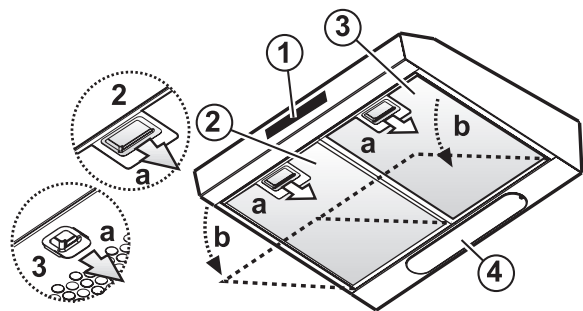

Fig. 1
2. Åbn udsugningsristen eller fjern det selvsiddende fedtfiltre (afhængigt af model). **Fig. 1 (a-b).**
2. Åbn udsugningsristen eller fjern det selvsiddende fedtfiltre (i sidstnævnte tilfælde skal filteret straks rengøres). **Fig. 1 (a-b).**